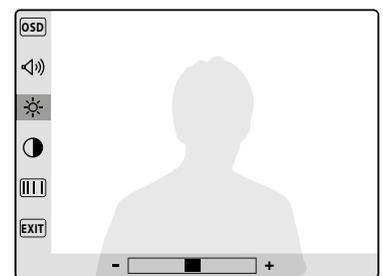

Fig. 19
- La luminosité (8 niveaux, **Fig. 19**) ;